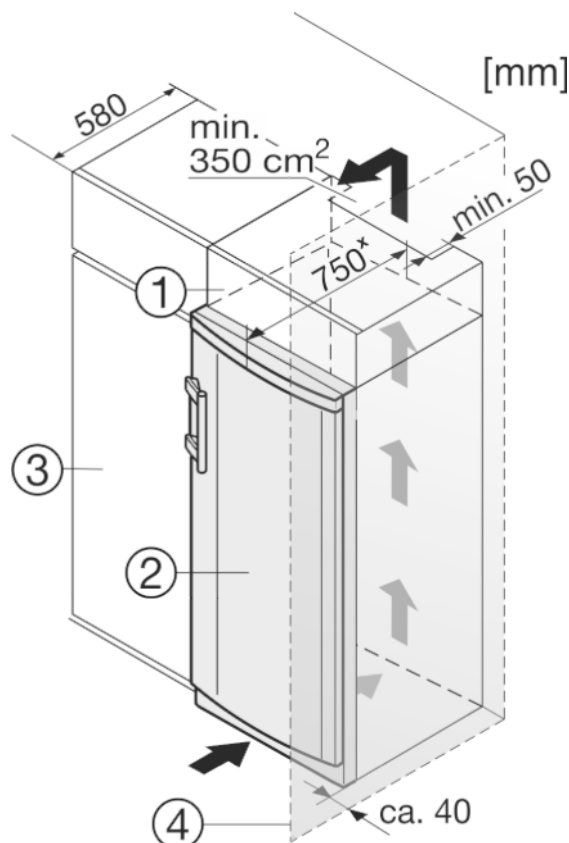

Fig. 9
Het apparaat kan in keukenkasten worden ingebouwd. Om het apparaat Fig. 9 (2) aan de hoogte van het keukenblok aan te passen, kan boven het apparaat een opzetkast Fig. 9 (1) worden aangebracht.
Plaatst u het apparaat met de scharnierkant naast een muur Fig. 9 (4), dan moet de afstand tussen apparaat en muur minstens 40 mm bedragen. Dit in verband met het uitsteken van de deurgreep bij een geopende deur.